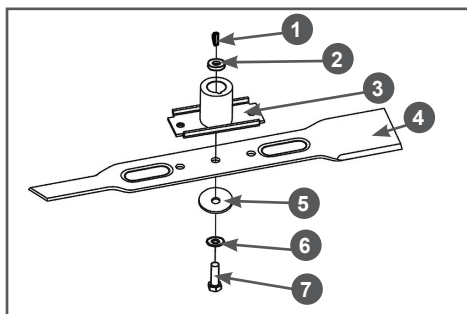

Рис. 26 Установка ножа
4. Измерьте зазор А между электродами специальным щупом В. Зазор должен быть 0,7-0,8 мм (Рис. 26). При увеличении или уменьшении требуемого зазора, рекомендуется заменить свечу, так как регулировка зазора может привести к изменению качества искрообразования.
- С помощью соответствующего инструмента открутите болт 7 крепления ножа и снимите нож (Рис. 26).
- Снимите с вала двигателя адаптер 3 ножа и втулку 2 адаптера (Рис. 26).
- Убедитесь в том, что шпонка 1 адаптера на месте и не имеет поврежденных (Рис. 26). Во избежание утери шпонки во время заточки ножа или других работ по обслуживанию газонокосилки извлеките шпонку из шпоночного паза и уберите в надёжное место.
- Установите все детали на место в порядке, обратном снятию. Схема установки показана на Рис. 26.
- Зафиксируйте нож от проворачивания и надёжно затяните болт 7 крепления ножа (Рис. 26).